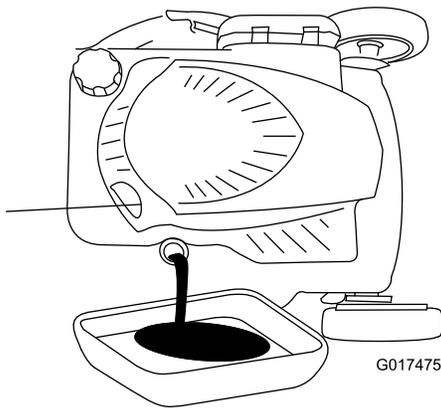

図 32
4. エアフィルタが下になるように機体を横に傾けて、エンジンオイル補給口からエンジンオイルを抜く 図 32。